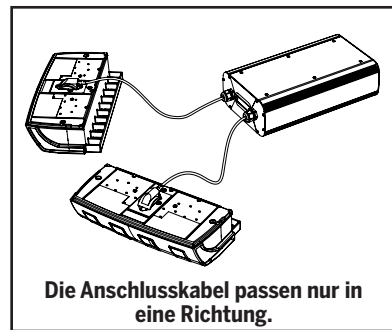

Abbildung 2
3. Schließen Sie die Anschlusskabel des Ladegeräts an die Anschlüsse der beiden Akkus an. (Die Anschlusskabel sind so gestaltet, dass sie nur in eine Richtung eingesteckt werden können. Siehe Abbildung 2.)